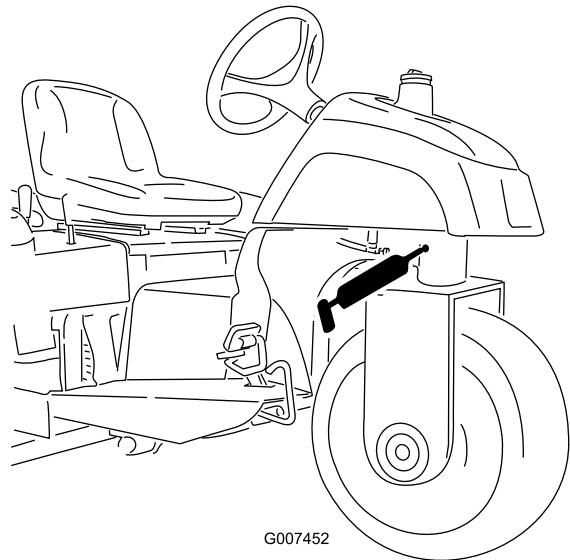

Figure 23
- Pivot de direction (Figure 23)
**Remarque:** Le raccord encastré sur le pivot de direction (Figure 23) nécessite un adaptateur pour la pompe à graisse. Vous pouvez le commander chez les distributeurs Toro agréés (réf. 107-1998).